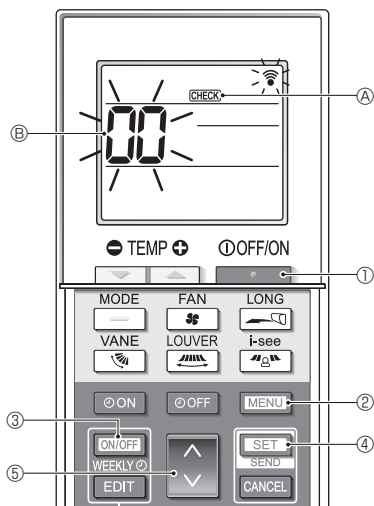

Fig. 7-6
■ Autocomprobación (Fig. 7-6)
- Pulse el botón **ON/OFF** ① para detener el acondicionador de aire.
- Si el temporizador semanal está activado (se muestra **WEEKLY**), pulse el botón **ON/OFF WEEKLY** ③ para desactivarlo (no se muestra **WEEKLY**).
- Pulse el botón **MENU** ② durante 5 segundos.
- Se muestra **CHECK** ④ y la unidad entra en el modo de autocomprobación.
- Pulse el botón **VANE** ⑤ para seleccionar la dirección del refrigerante (dirección M-NET) ⑥ de la unidad interior para la que desea realizar la autocomprobación.
- Pulse el botón **SET** ④.
- Pulse el botón **ON/OFF** ①.
- CHECK** ④ y la dirección del refrigerante (dirección M-NET) ⑥ se apagan y se completa la autocomprobación.